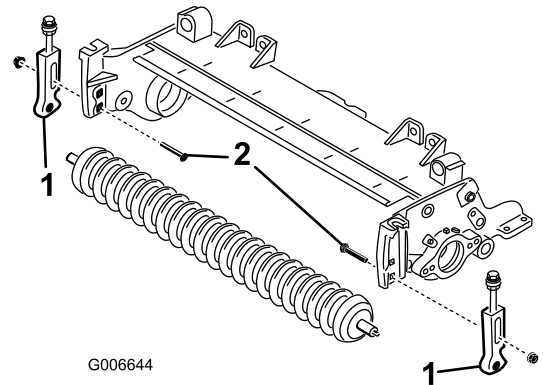

図 19
12. 刈高ブラケットをカッティングユニットのサイドプレートに固定しているキャリッジボルトを外す [図 19]。
13. 刈高ブラケットを前ローラシャフトに固定しているキャップスクリューとロックナットをゆるめる [図 19]。
14. カッティングユニットのサイドプレートから刈高ブラケットと前ローラを取り外す [図 19]。